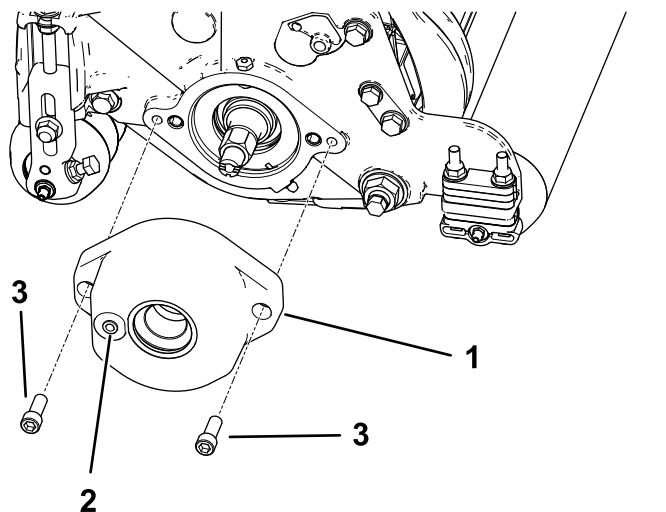

図 4
2. モデル 03408 ローラブラシハウジングをリールベアリングハウジングに取り付ける六角ソケットボルト $\frac{3}{8}$ x 1 インチ2本を使用 図 4を参照。